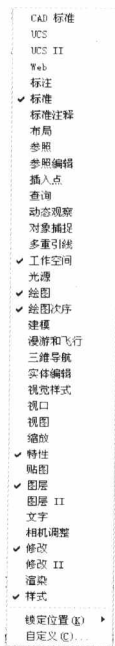

图 1-3 工具栏下拉菜单
(1) 自行定义屏幕上出现工具栏的方法:把鼠标放在任意一个已经打开的工具栏上按下鼠标右键,即可打开工具栏下拉菜单并进行选择,如图 1-3 所示。